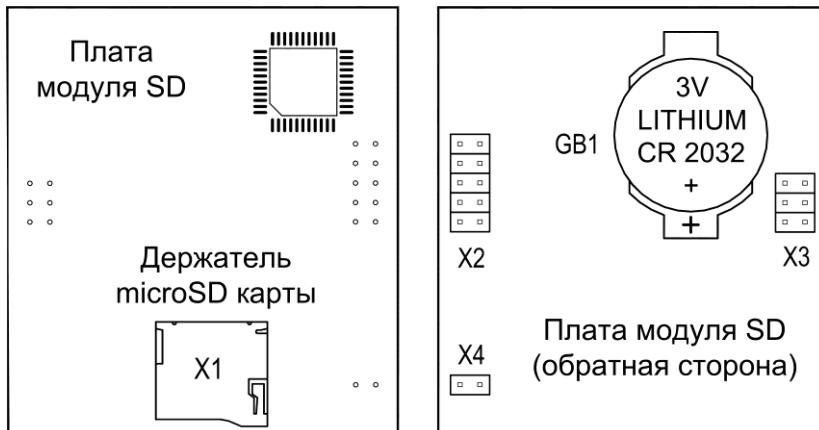

Рис.10 Плата модуля SD
ВНИМАНИЕ! Все действия необходимо производить аккуратно, чтобы не повредить электронные компоненты на платах сигнализатора и модуля SD. При работе с платой сигнализатора не касаться руками объектива фотокамеры и пироэлемента (находится под линзой). При установке модуля SD на место, внимательно следить за правильностью подключения разъёмов X2, X3 и X4 (рис.10) к плате сигнализатора (все штырьки должны быть подключены!).
- отсоедините плату модуля SD от платы сигнализатора (подключена с помощью разъёмов X2, X3 и X4 – см. рис.10). На обратной стороне платы модуля SD расположена батарея питания часов реального времени (рис.10);